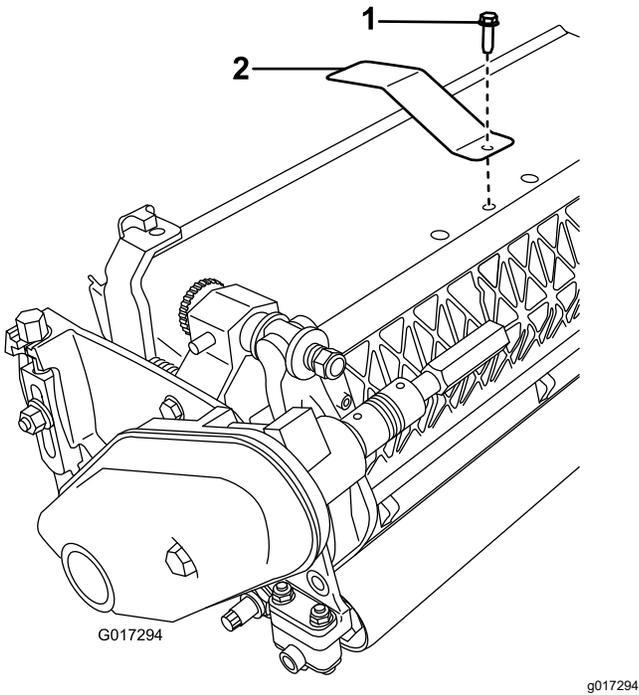

图 3
2. 拆下中间的挡草罩螺栓 图 3。
3. 使用之前拆下的螺栓将靶板安装到滚刀组顶部 图 3。